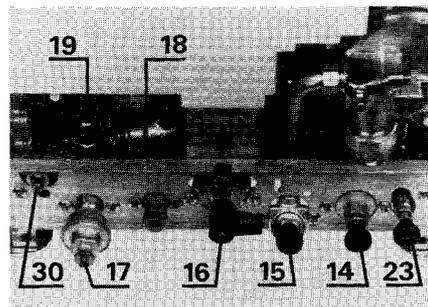

Fig. 9
ottiene agendo sulla vite di spurgo situata sulla placca della rubinetteria (30) (fig.9).